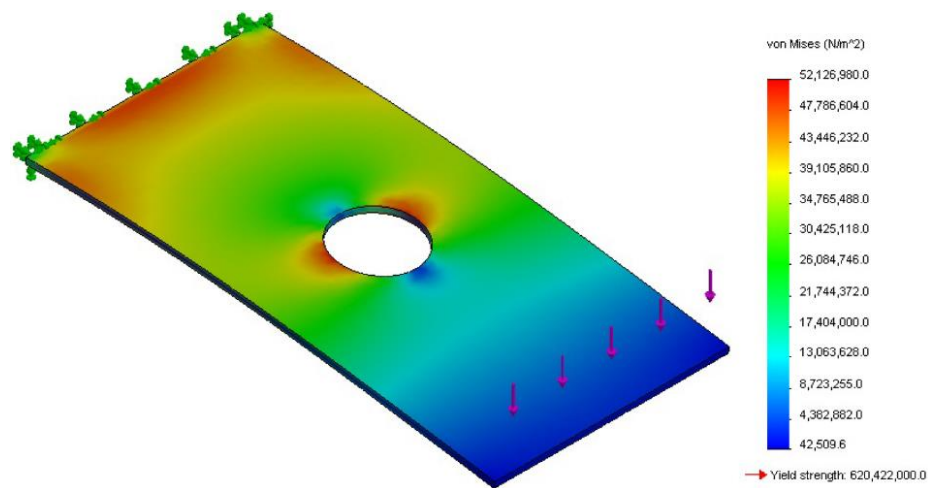

Рисунок 9.14 – Результатна модель із контуром напружень фон Мізеса
1. Виберіть інструмент **Run This Study** у **Simulation CommandManager**; відкриється вікно для дослідження **Випадок 1 (Case 1)**, і почнеться процес розв'язання моделі методом кінцевих елементів. Після завершення аналізу до **FeatureManager Design Tree** буде додано новий вузол **Results** (Результати). Також у графічній області з'явиться результатна модель із контуром напружень фон Мізеса (рис. 9.14).